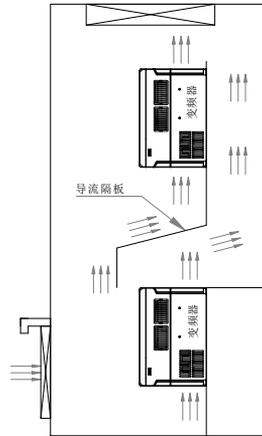

图 2-2 多台变频器的安装示意图
- (3) 多台变频器采用上下安装时，中间应用导流隔板如图2-2所示。